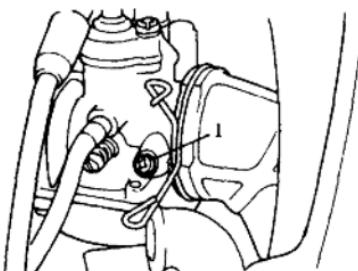

图1-15 混合气调整螺钉
(4)将混合气调整螺钉1(见图1-15)右旋并轻轻拧到底,然后逆时针方向退出 $1\frac{3}{4}$ 圈。